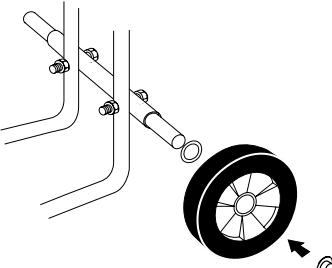

Abb. 2 - Laufrollen anbringen
3. Eine Unterlegscheibe mit 5/8 Zoll innen-Ø und eine Laufrolle auf jedes Achsenende stecken. Mit einem Hammer eine Palmutter auf jedes Achsenende klopfen, um die Laufrollen festzuhalten (siehe Abb. 2)